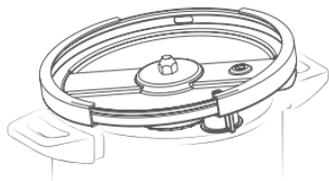

Fig.07
**6.** Depois de limpa e seca, guarde a painela destapada ou com a tampa virada ao contrário para evitar deformações na junta de vedação. (**Fig.07**)